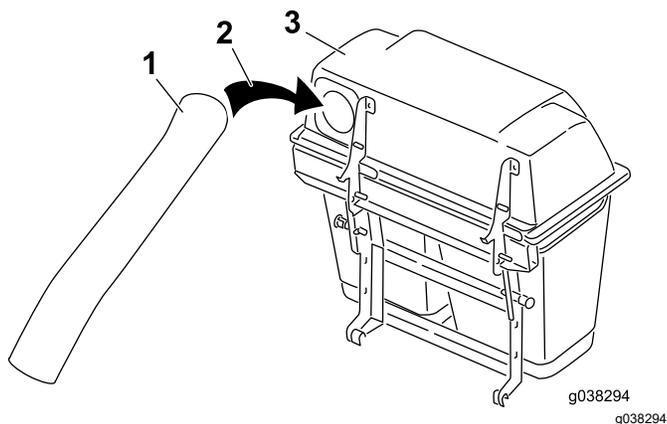

Figure 50
6. Insérez le tube supérieur dans l'ouverture du système de ramassage et ressortez-le pour faire ressortir le joint de la trémie (Figure 50).